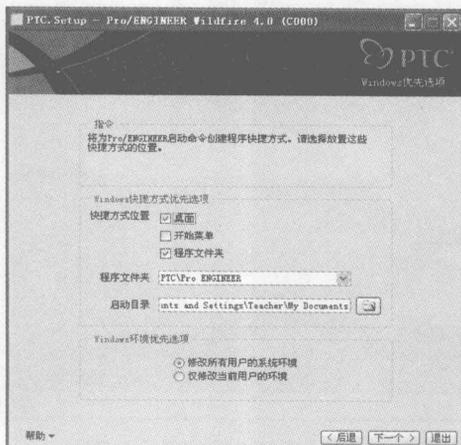

图 1-11 【Windows 优先选项】界面
**STEP 10** 在【FLEXnet 许可证服务器】界面单击【下一个>】按钮，进入【Windows 优先选项】界面，如图 1-11 所示。